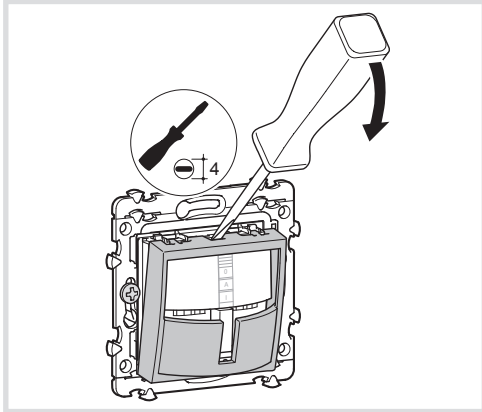

Figura 8: desmontaje de la tapa
- Retirar con cuidado la tapa mediante un destornillador plano (figura 8).
Por la parte derecha y la parte izquierda de cada ajustador (figura 8, 9), el ángulo de detección se puede limitar entre 45° y 90°. De este modo, el ángulo de detección puede situarse entre 90° y 180° (figura 5).
- Colocar la luminosidad de reacción del potenciómetro (figura 8, 10) en posición PRUEBA.
- Ajustar el potenciómetro de tiempo de espera (figura 8, 11) en la posición deseada.